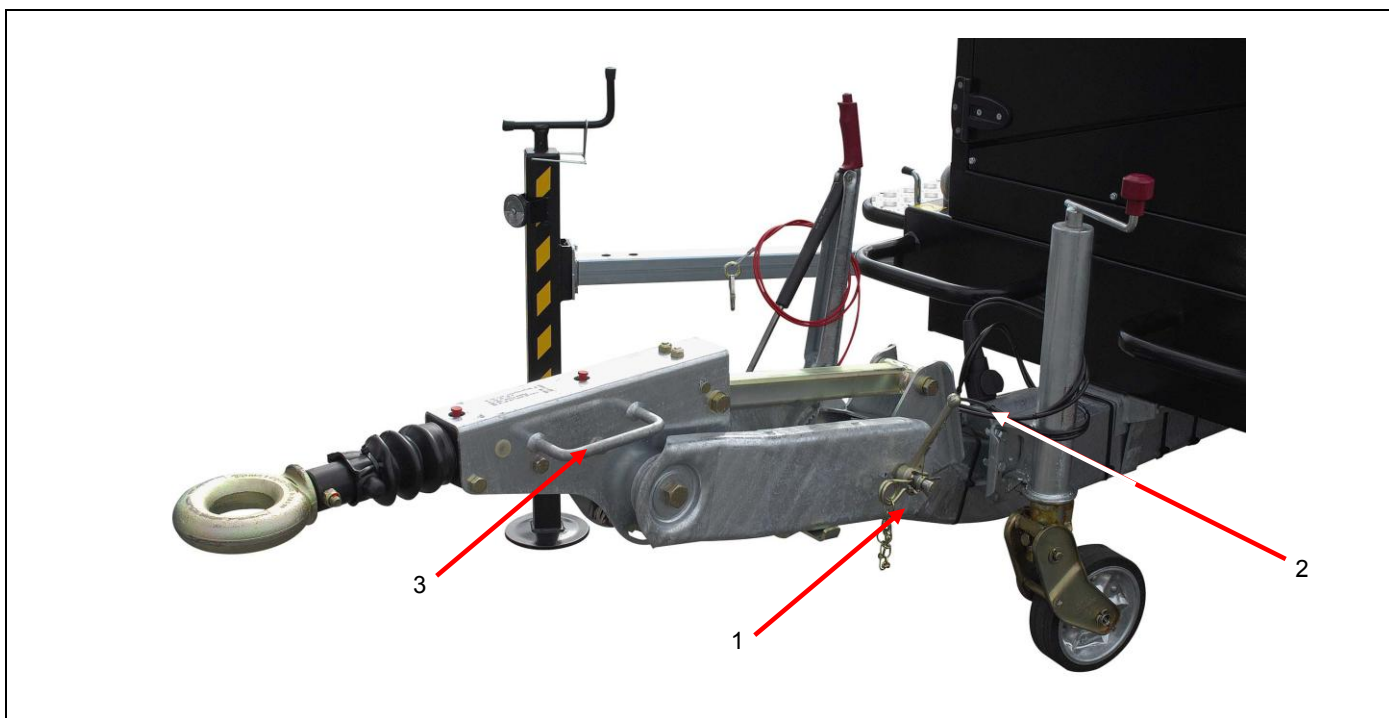

Figura 3.1 – Ajuste del timón
- ✓ Retire el pasador de seguridad (ref.1, figura 3.1).
- ✓ Afloje la tuerca (ref.-2, figura 3.1).
- ✓ Presione sobre el mando (ref. 3, figura 3.1) hasta conseguir la altura deseada.
- ③ Coloque el remolque en posición horizontal con la ayuda de la ruedecilla de guía realizando la comprobación un con nivel de burbuja y, a continuación coloque el cabezal de acoplamiento abierto en la rótula de enganche bajando la barra de enganche ajustable. Durante este ajuste, el remolque debe permanecer en posición horizontal.
- ✓ Retire el pasador de seguridad (ref.1-, figura 3.1).
- ✓ Afloje la tuerca (ref.2, figura 3.1).